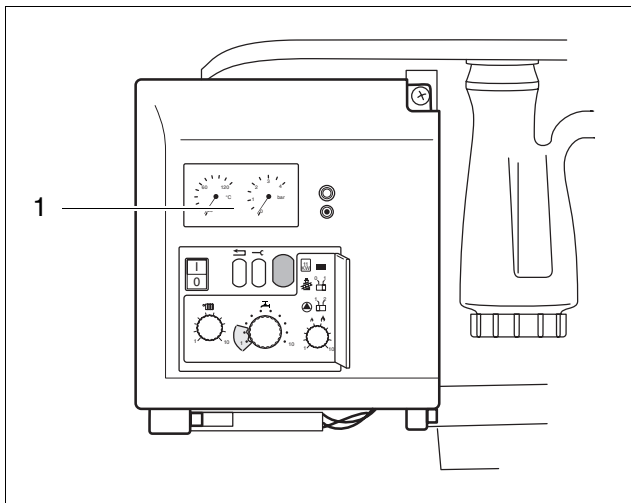
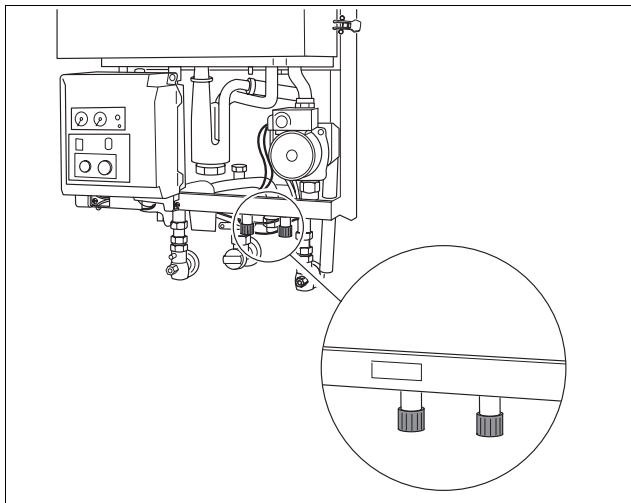

Fig. 4 *Indicazione della pressione*
Fig. 6 *Rubinetti del disconnettore (solamente disponibile con apparecchi Combi EcoTATA Princess HRC24)*
- Aprire il rubinetto dell'acqua e riempire l'impianto fino ad ottenere una pressione tra 1,0 e 1,2 bar (fig. 4, pos. 1). La pressione ottimale di riempimento è di 1,0 bar.
- Aprire il rubinetto dell'acqua e riempire l'impianto fino ad ottenere una pressione da 1,0 a 1,2 bar (fig. 4, pos. 1). La pressione ottimale di riempimento è 1,0 bar.
- Aprire entrambi i rubinetti del disconnettore (fig. 6) e riempire l'impianto fino ad ottenere una pressione da 1,0 a 1,2 bar (fig. 4, pos. 1). La pressione ottimale di riempimento è 1,0 bar.